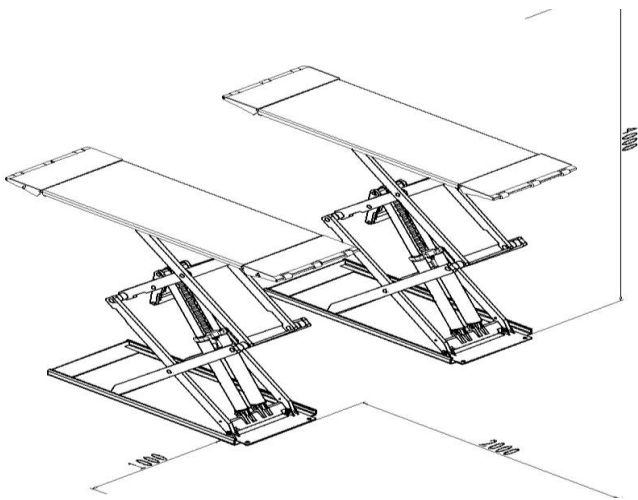

рис. 14
- Подъемник необходимо установить на определенном расстоянии от препятствий: стен, колонн, другого оборудования (*рис.14*)